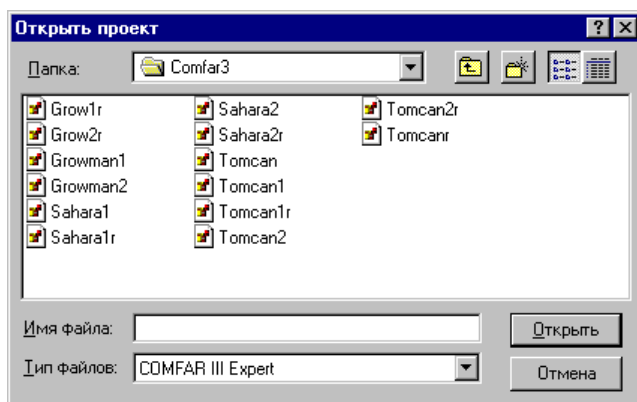

Рисунок 16: Модальное окно Открыть проект
- Выберите **Открыть проект** из меню **ФАЙЛ**. Отобразится модальное окно **ОТКРЫТЬ ПРОЕКТ** (см. рис. 16).